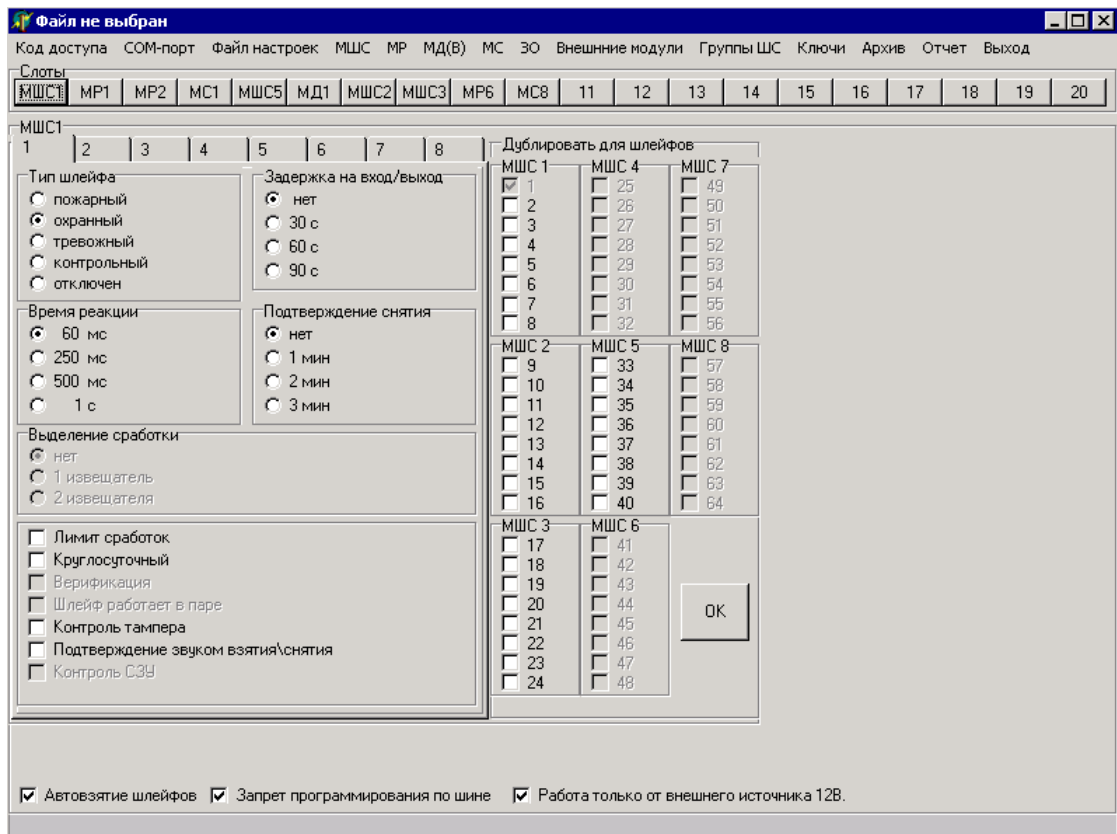

Рисунок 8
2.1.3.5 При программировании параметров каждого ШС любого МШС прибора на панели «Дублировать для шлейфов» находится список, состоящий из 64-х ШС (максимально возможное для обслуживания одним прибором количество ШС). Доступными для программирования в списке являются те ШС, которые реально включены в конфигурацию прибора (рисунок 8). Текущий (программируемый) ШС автоматически отмечается в этом списке значком «√» и блокируется.